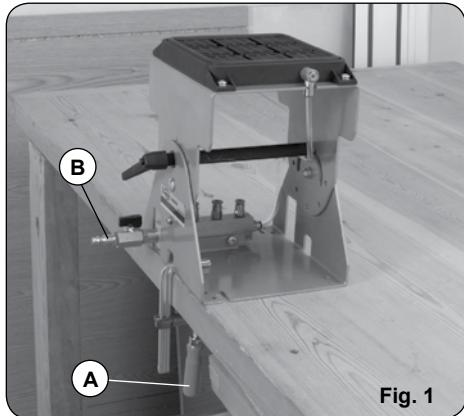

Fig. 1
Compuesto por un sistema neumático de sujeción SVN250 montado sobre un soporte que permite el abatimiento de la pieza en un ángulo de 180°, con posiciones intermedias de giro cada 45°. El soporte está dotado de un distribuidor y una válvula de paso al que se pueden conectar hasta 4 soportes auxiliares SVN470 bajo su mando. El equipo incluye 1 bolsa con 3 juntas de goma (sección oval) y un sargento para la sujeción provisional de la unidad al lugar de trabajo (Fig. 1).
- Sujete el soporte sobre la mesa de trabajo mediante el sargento A (Fig. 1), o mediante 4 tornillos (no incluidos en el equipo), si la instalación va a ser permanente.
- Conecte el aire a la espiga conectora de enchufe rápido B (Fig. 1).
nuevo la válvula de paso C (Fig. 1)
- Fasten the support to the worktable using G-clamp A (Fig. 1), or 4 screws (not included) if it is to be permanently installed.
- Connect the air supply to quick connector B (Fig. 1).
- To remove the piece from the support, simply close by-pass valve C once again (Fig. 1).
Unité composée d'une table à dépression pneumatique SVN250 montée sur un support qui permet de rabattre la pièce à 180° et comporte des positions intermédiaires de rotation tous les 45°. L'unité est pourvue d'un tiroir de distribution et d'une vanne pneumatique et peut être raccordée à un maximum de 4 unités auxiliaires SVN470, fonctionnant sous son contrôle. L'appareil est fourni avec un sachet de 3 joints en caoutchouc (section ovale) et un serre-joint pour la fixation provisoire de l'unité sur le plan de travail (Fig. 1).
- Fixer l'unité sur le plan de travail au moyen du serre-joint A (Fig. 1) ou avec 4 vis (non fournies avec l'appareil), en cas d'installation permanente.
- Brancher le flexible d'air sur l'embout à raccord rapide B (Fig. 1).
- Pour retirer la pièce du plateau, il suffit de refermer la vanne C (Fig. 1).
Die Haupthalterung besteht aus einem auf einem Fußgestell montierten Vakuum-Spannsystem SVN250 zum Schwenken des Werkstücks in einem Winkel von 180° mit Zwischenpositionen alle 45°. Die Halterung ist mit einem Verteiler und einem Durchlassventil ausgestattet, an dem bis zu 4 Hilfshalterungen SVN470 angeschlossen und damit gesteuert werden können. Der Lieferumfang umfasst 1 Beutel mit 3 Gummidichtungen (ovaler Querschnitt) und eine Schraubzwinge zur Befestigung des Geräts am Arbeitsplatz (Abb. 1).
- Befestigen Sie die Halterung mit der Schraubzwinge A am Werktisch (Abb. 1). Wenn die Installation auf Dauer erfolgen soll, hat die Befestigung mit 4 Schrauben zu erfolgen (nicht mitgeliefert).
- Schließen Sie die Druckluft am Schnellanschlussstutzen B an (Abb. 1).
- Zum Abnehmen des Werkstücks von der Halterung müssen Sie nur das Durchlassventil C (Abb. 1) wieder schließen.
Composto da un sistema di tenuta pneumatico SVN250 montato su un supporto che permette di inclinare il pezzo ad un angolo di 180°, con posizioni di rotazione intermedie di 45°. Il supporto è dotato di distributore e di valvola direzionale a cui è possibile collegare fino a 4 supporti ausiliari SVN470. L'apparecchio comprende 1 borsa con 3 guarnizioni di gomma (sezione ovale) e un morsetto per il fissaggio provvisorio dell'unità sul luogo di lavoro (Fig. 1).
- Fissare il supporto al tavolo da lavoro mediante il morsetto A (Fig. 1) oppure mediante 4 viti (da acquistare a parte), in caso di impianto permanente.
- Collegare l'aria al perno di collegamento a innesto rapido B (Fig. 1)
- Per ritirare il pezzo dal supporto, basta chiudere di nuovo la valvola direzionale C (Fig. 1).
Formado por um sistema pneumático de fixação SVN250, montado sobre um suporte que permite a inclinação da peça num ângulo de 180°, com posições intermédias de rotação cada 45°. O suporte está dotado de um distribuidor e de uma válvula de passagem à qual pode ser conectado um máximo de 4 suportes auxiliares SVN470 sob o seu comando. O equipamento inclui 1 bolsa com 3 juntas de borracha (seção oval) e uma chave para a fixação provisória da unidade no local de trabalho (Fig. 1).
- Fixe o suporte à mesa de trabalho com a chave A (Fig. 1), ou com 4 parafusos (não incluídos), no caso de uma instalação permanente.
- Ligue o ar à espiga conectora de ligação rápida B (Fig. 1)
- Para retirar a peça do suporte, basta fechar novamente a válvula de passagem C (Fig. 1).
- Закрепите основание на рабочей поверхности при помощи Г-образной струбцины А (Рис. 1) или, если система устанавливается стационарно, 4 винтов-саморезов (не входит в комплект поставки).
- Подсоедините устройство к системе подачи воздуха при помощи быстроразъемного соединения В (Рис. 1).